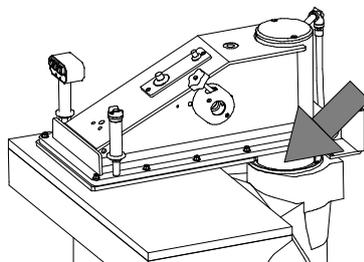

Fig. 20
**c)** nettoyer avec un drap (qui ne laisse pas de filaments du tissu) la bague d'étanchéité lubrification canne (pour S/SE108: 01002005; pour S/SE120C: code 01010413; pour S/SE120/122/124C/124/125C/125/125L: code 01001367, tav. 1) des résidus et poudres du matériel découpé chaque mois (Fig. 20);